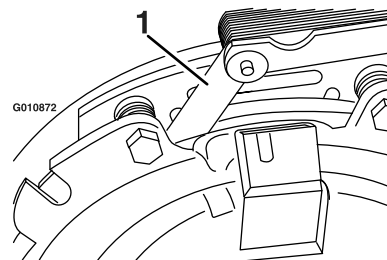
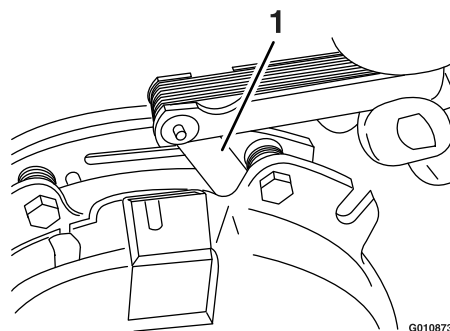

Figura 79
Figura 80
- E. Usando una galga de 0,25 mm, compruebe la presencia de un espacio entre el rotor y la cara de la armadura en ambos lados del polo del freno, según se indica en Figura 79 y Figura 80.